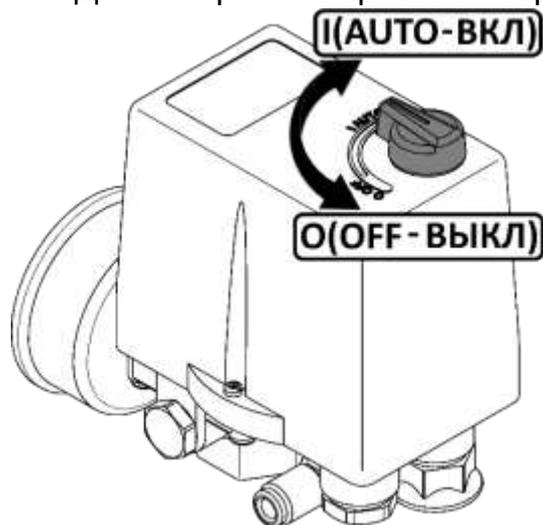

Рисунок 4
- Проверьте, чтобы выключатель на реле давления находился в выключенном положении "O" (рисунок 4).
- 1 Выключить компрессор выключателем на прессостате. Для этого необходимо переключить выключатель в положение "OFF" (см. рисунок 4). После этого остановится электродвигатель и произойдет сброс давления из нагнетательного воздухопровода и поршневого блока.
7.3.2 Компрессор оборудован устройством защиты от перегрузок. При нарушении питания электрической сети, а также при работе с ПВ более 60% возможно автоматическое срабатывание защиты двигателя. Для пуска компрессора после срабатывания защиты выполните следующие действия: после того, как двигатель остынет до допустимой температуры, переключите выключатель на прессостате в положение "OFF" (см. рисунок 4), а затем включите компрессор, переключив выключатель в положение "AUTO".